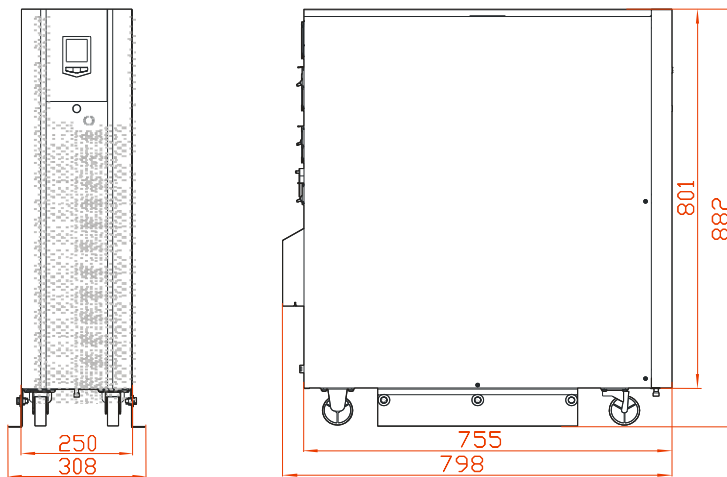
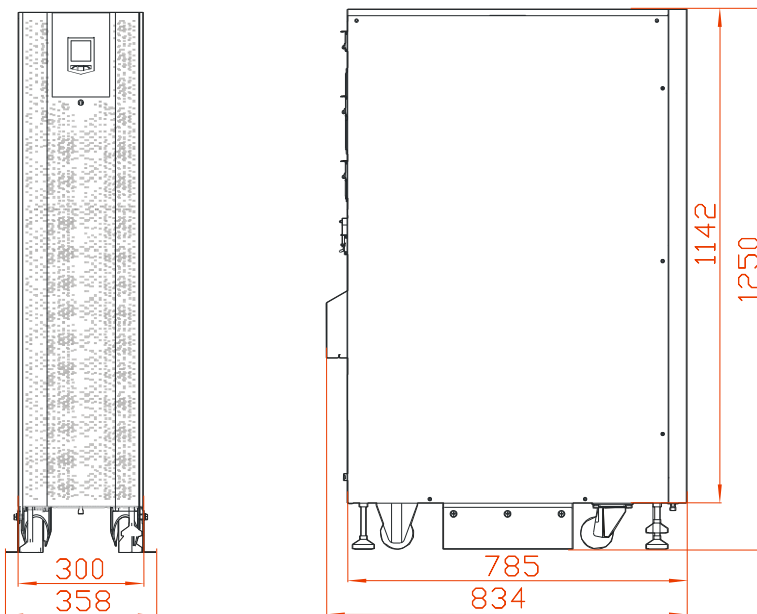

Рис. 3-6 Внешние размеры ИБП 10/10S/15/15S/20/20S
Рис. 3-7 Внешние размеры ИБП 30/30S/40/40S
Step 2 Определите и спланируйте место для установки в соответствии с размерами устройства (показаны на Рис. 3-6, Рис. 3-7) и требованиями по свободному пространству вокруг него (см. 3.2.3).